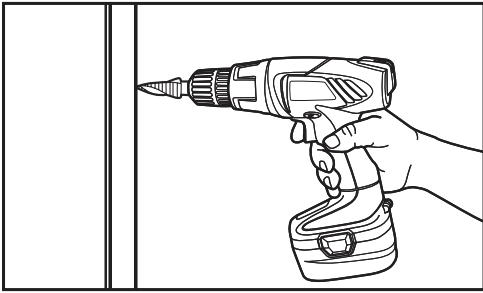

Fig. 1
1. Utilisez un foret étagé pour percer les avant-trous. (Fig. 1)